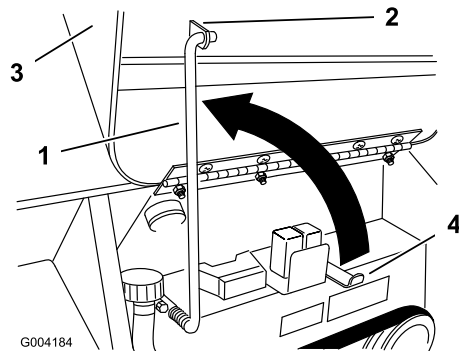

Bild 26
4. Stellen Sie die Stützstange auf und befestigen Sie diese in der Halterung an der Motorhaube (Bild 26).